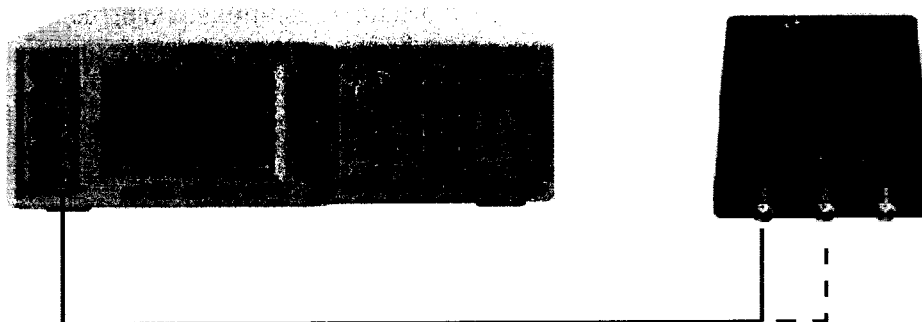

Рисунок 2 – Схема подключения приборов при поверке
1. Собрать схему поверки, приведенную на рис. 2.